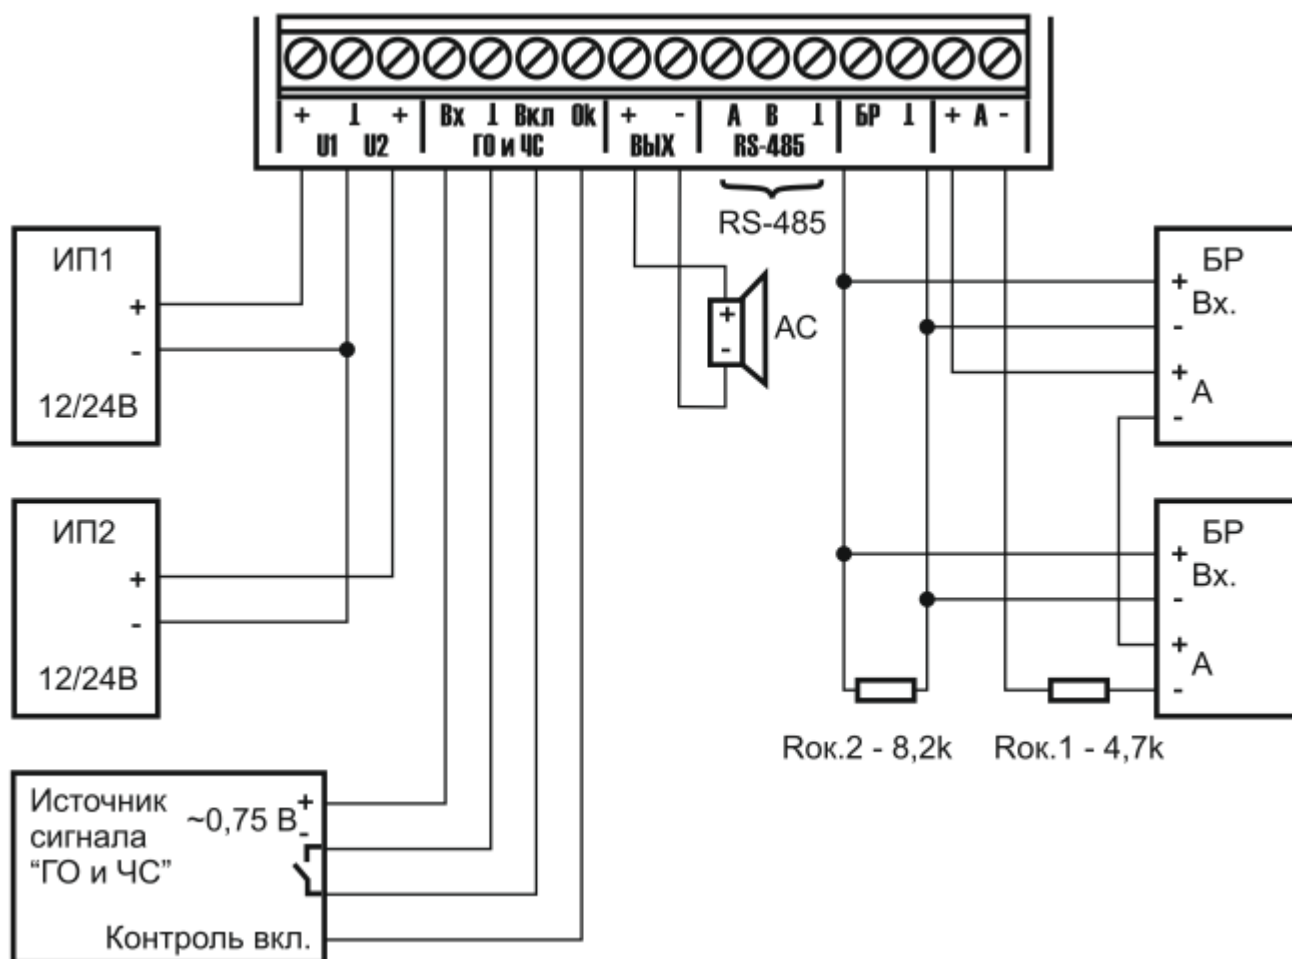

Рис. 2 Схема подключения
4.4.4 В случае использования блоков расширения подключить выход «БР» к входам «Вх.» данных блоков. В конце линии установить оконечный резистор 8,2 Ком. Далее соединить все входы «+ А -» блоков расширения последовательно через оконечный резистор 4,7 КОм и подключить их к выходу контроля блоков расширения, как показано на Рис. 2.
\* под неисправностью понимается неисправность любого из блоков расширения, подключенных к цепи контроля (см. Рис. 2) или обрыв непосредственно самой цепи контроля блоков расширения.